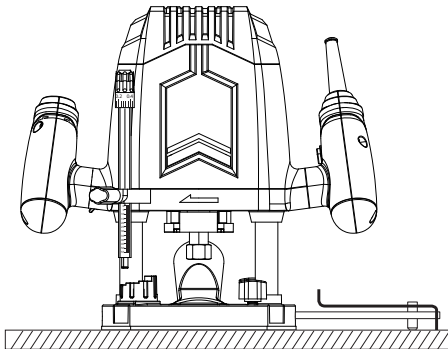

Fig. 31
- > Instale a punção de centragem (20) no produto.
- > Marque o centro do círculo e fure ligeiramente o mesmo com a punção. Certifique-se de que não pode deslizar para fora durante o funcionamento para conseguir um resultado satisfatório (Fig. 31, 32).